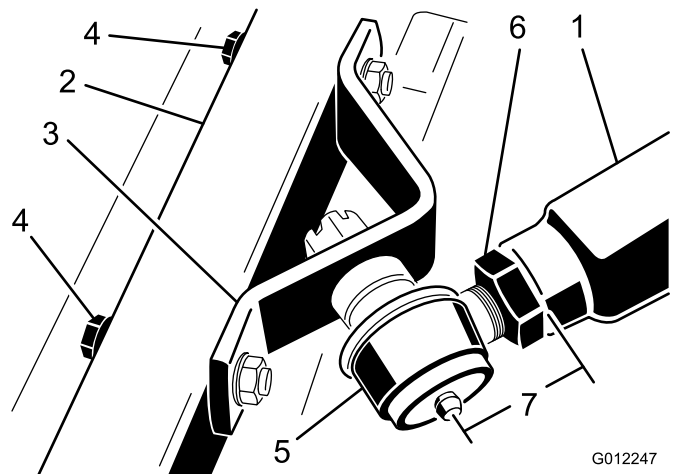

Bild 9
2. Drehen Sie das Kugelgelenk in den rechten Schubarm, bis die Mitte des Kugelgelenks ca. 60 mm von der Vorderseite des Schubarms entfernt ist (Bild 9). Ziehen Sie die Klemmmutter nicht an.
6. Ziehen Sie die große Klemmutter fest, mit der das Kugellager am Schubarm befestigt ist (Bild 9). Halten Sie das Kugellager gerade, wenn Sie die Klemmutter anziehen, um eine richtige Oszillation beim Anheben und Absenken des Mähwerks zu ermöglichen. Drücken Sie den Schubarm nach unten und entfernen Sie vorsichtig den Holzblock.